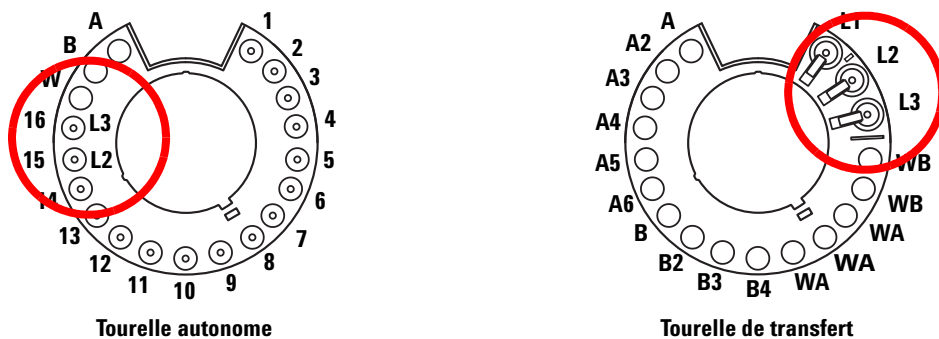

Figure 62 Positions des flacons dans la tourelle pour les injections sandwich
Lors du chargement des flacons pour des injections sandwich, le niveau 1 (L1) peut être placé dans n'importe quelle position 1-14 de la tourelle autonome, ou dans n'importe quelle position 1-150 du porte-échantillons en cas d'utilisation d'une tourelle de transfert avec le porte-échantillons. Les flacons des niveaux 2 (L2) et 3 (L3) doivent être placés respectivement dans les positions **L2** et **L3** de la tourelle (Figure 62).
- 3 Placez le flacon de solvant B (L3) dans la position **L3** de la tourelle. Reportez-vous à la section Figure 62, page 210 pour de plus amples informations concernant les positions de la tourelle.